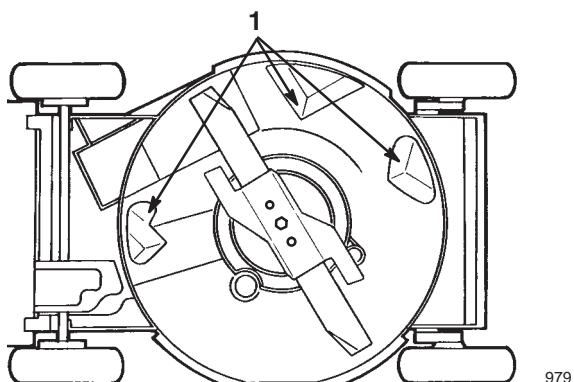

Figure 16
Le dessous du carter de tondeuse doit rester propre. Veillez particulièrement à débarrasser les déflecteurs de tout débris (Fig. 16).
5. Basculez la tondeuse sur le côté *gauche* (Fig. 16).